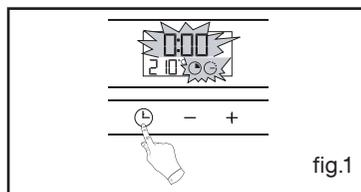

fig.1
L'affichage clignote pour indiquer que le réglage est alors possible (fig. 1).
- Appuyez sur la touche " ⌚ " (fig.1) jusqu'à faire clignoter le symbole minuterie